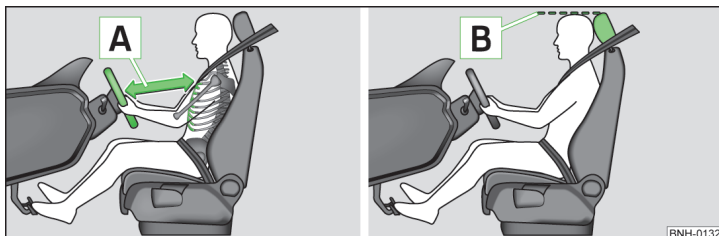

Fig. 1 Distanța corectă dintre șofer și volan / Tetieră corect reglată
- ✓ Reglați volanul astfel încât distanța **A** dintre volan și torace să fie de cel puțin 25 cm » fig. 1. Reglarea volanului » pagina 8, Reglarea poziției volanului.
- ✓ Reglați tetiera astfel încât marginea superioară a tetierei să se afle, pe cât posibil, la aceeași înălțime cu partea superioară a capului dumneavoastră¹⁾ **B** » fig. 1.
- ✓ Reglați tetiera astfel încât marginea superioară a tetierei să se afle, pe cât posibil, la aceeași înălțime cu partea superioară a capului dumneavoastră¹⁾ **B** » fig. 1 la pagina 8.
- ✓ Reglați tetiera astfel încât marginea superioară a tetierei să se afle, pe cât posibil, la aceeași înălțime cu partea superioară a capului dumneavoastră **B** » fig. 1 la pagina 8.